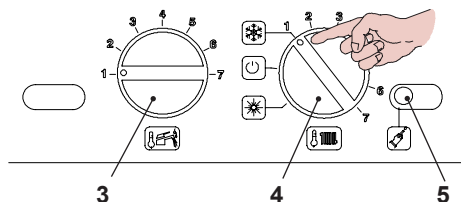
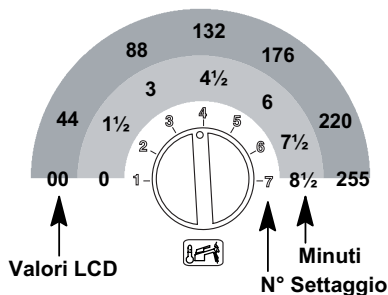

Fig. 5.59
Fig. 5.63
- Posizionare le manopole 3 e 4 come indicato in Fig. 5.59.
- Per settare il tempo di frequenza di riaccensione bisogna entrare in programmazione premendo per 15 secondi il pulsante di ripristino **5**, in Fig. 5.59 fino alla comparsa del parametro **P01** sul display LCD; sul display LCD compare la seguente visualizzazione (la sequenza **P01** si alterna -- -- --).
- Premere il pulsante di ripristino **5** in Fig. 5.59 per lo scorrimento dei vari parametri sino al raggiungimento del parametro **P10** valido per il settaggio della frequenza di riaccensione; sul display LCD compare la seguente visualizzazione (la sequenza **P10** si alterna a **88**).
- Per cambiare il settaggio ruotare la manopola regolazione temperatura sanitaria **3** in Fig. 5.59 e posizionarla sul tempo prescelto Fig. 5.63 (nella figura esempio manopola settata per frequenza di riaccensione di 3 minuti).
Il passo del settaggio della manopola 3 Fig. 5.63 corrisponde a un valore letto sul display LCD di circa **44** (90 secondi) e questo valore può essere variato fino a circa **255** (8 minuti e mezzo); nell'LCD la sequenza **P10** si alterna con **60**.